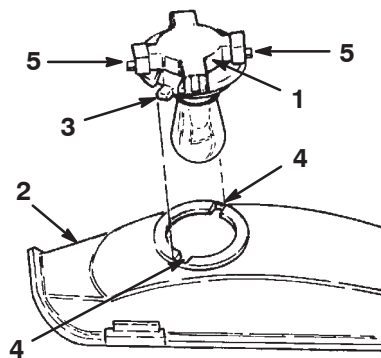

Bild 31
3. Drehen Sie die Birnenfassung um 1/4 Umdrehung nach links und nehmen die Birne aus dem Reflektor (Bild 31).
4. Richten Sie die Laschen an der Birnenfassung (Bild 31) mit den Schlitz im Reflektor aus, setzen die Birnenfassung in den Reflektor ein und drehen Sie die Birne um eine 1/4 Umdrehung nach rechts bis zum Anschlag.